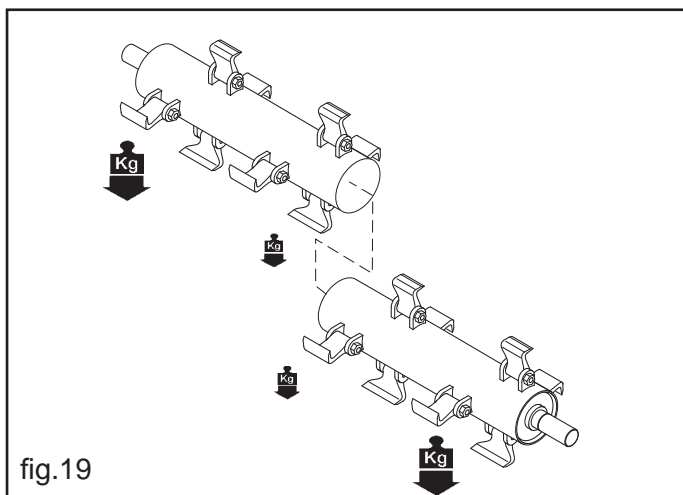

fig.19
- **Sistemare le coppie più pesanti alle due estremità del rotore, le coppie più leggere al centro (fig.19).**